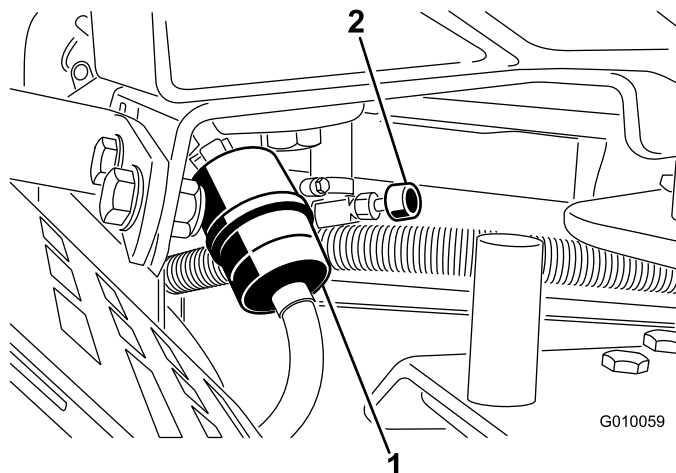

图 48
2. 关闭燃油切断油阀图 48。
3. 将软管夹的两端挤压到一起将它们滑离滤清器图 48。
5. 安装新的滤清器并将软管夹移近滤清器图 48。
7. 打开燃油切断阀图 48。
2. 关闭燃切断油阀 图 48。
3. 松开燃油滤芯上的软管夹、沿燃油管向上滑动、使之离开燃油滤芯 图 48。
4. 从燃油滤清器上拉出燃油管 图 48。打开燃油切断阀让燃油排入燃油罐或放油盘。
5. 将燃油管安装到燃油滤清器上。将软管夹滑近燃油滤清器固定燃油管 (图 48)。